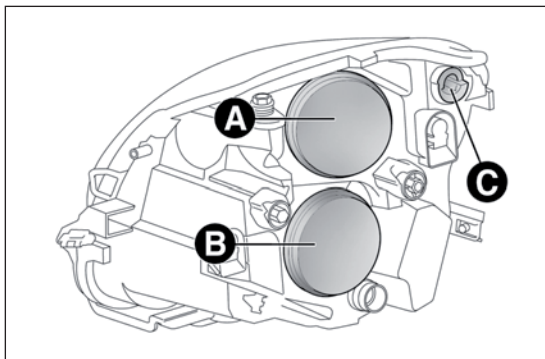

РИС. 135
К передним оптическим элементам относятся габаритные огни/дневные ходовые огни (D.R.L.), фары ближнего света, фары дальнего света и указатели поворота. Положение ламп оптического элемента РИС. 135:
- снимите заглушку А РИС. 135;
- установите заглушку А РИС. 135.
- снимите заглушку В РИС. 135;
- установите заглушку В РИС. 135.